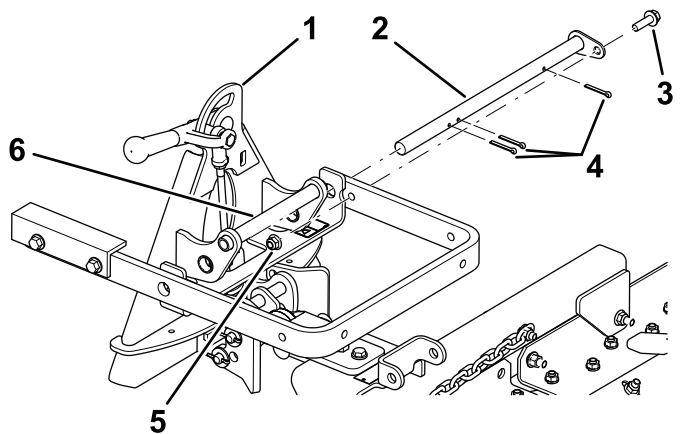

图 5
3. 使用 3 个开口销、1 个螺栓  $\frac{3}{8}$  x  $1\frac{1}{4}$  英寸和 1 个锁紧螺母  $\frac{3}{8}$  英寸固定枢轴杆图 5。